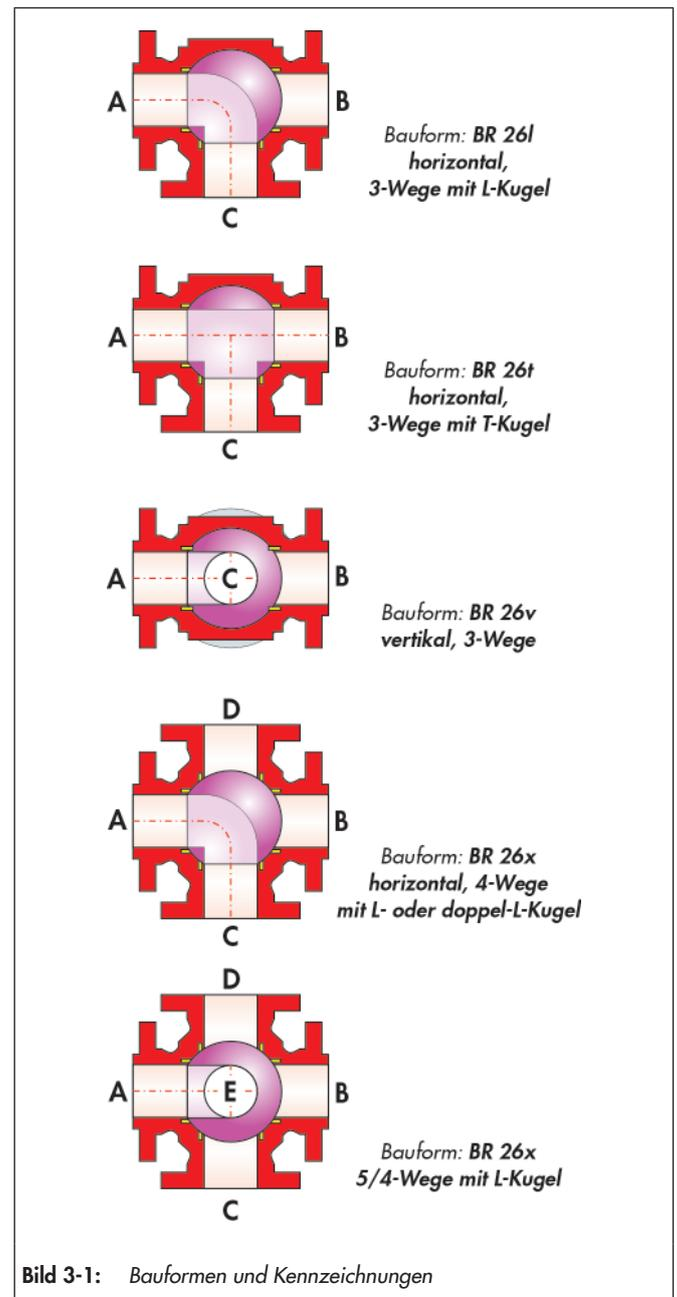

Bild 3-1: Bauformen und Kennzeichnungen
- Diverse Bauformen, vgl. Bild 3-1